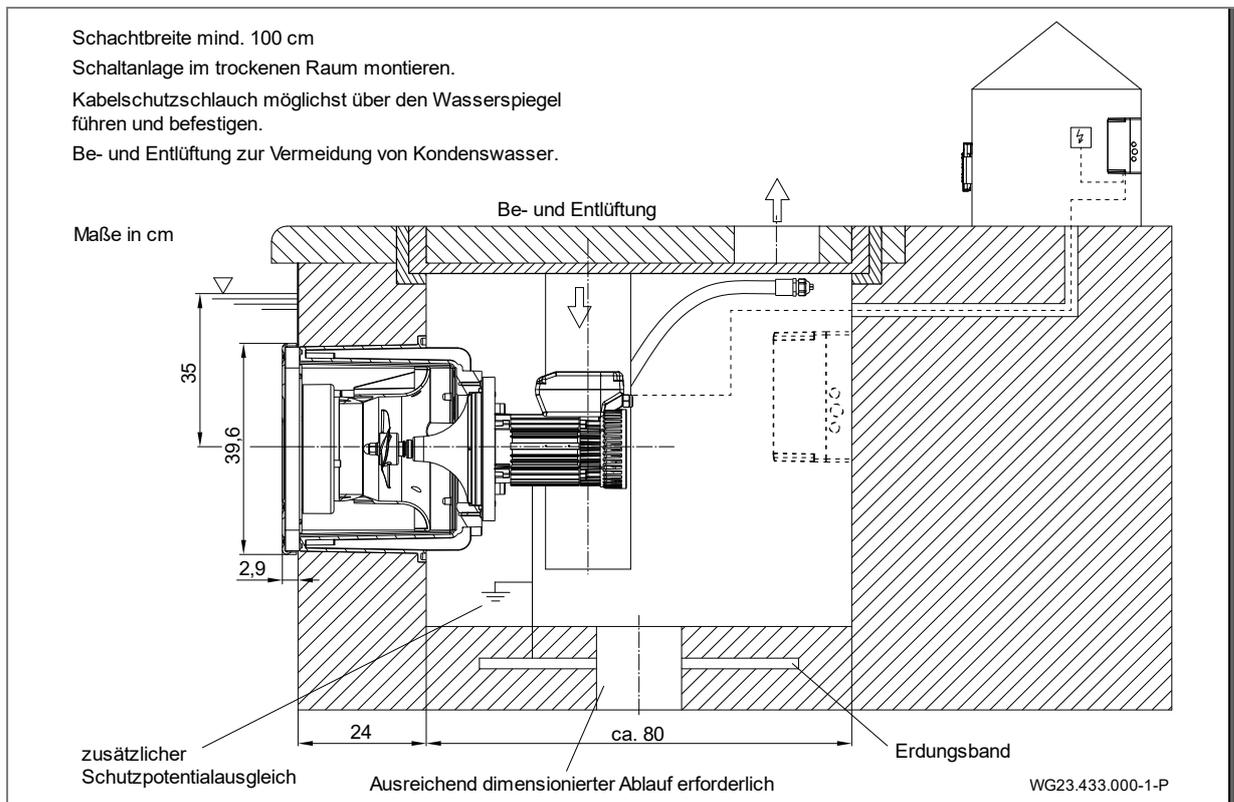

Abb. 17
1. Anschlussstutzen (d, (Abb. 17)) am Kunststoffgehäßee (1) und die Anschlussbuchse vom Kabelschutzschlauch (12) mit PVC-U/ABS-Reiniger entfetten.
Die Unterbringung der Anlage hat in einem Schacht, der am Beckenrand angrenzt, zu erfolgen. Im Aufstellungsraum müssen eine einwandfreie Be- und Entlüftung und ein ausreichender Bodenablauf vorhanden sein. Eine Befestigungsmöglichkeit für den Kabelschutzschlauch (möglichst oberhalb Wasserniveau) muss gegeben sein. Im Schacht muss ein Anschluss für einen Potentialausgleich vorhanden sein. Siehe "Abb. 17" auf Seite 20.